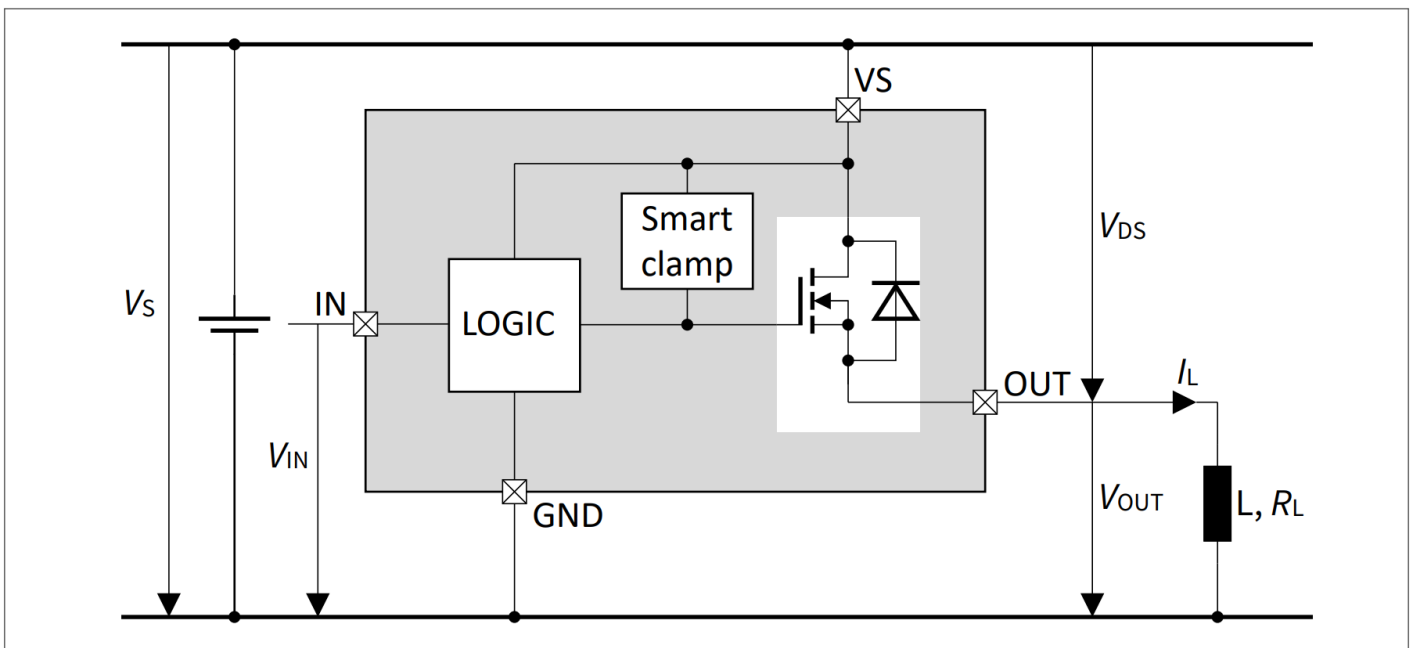
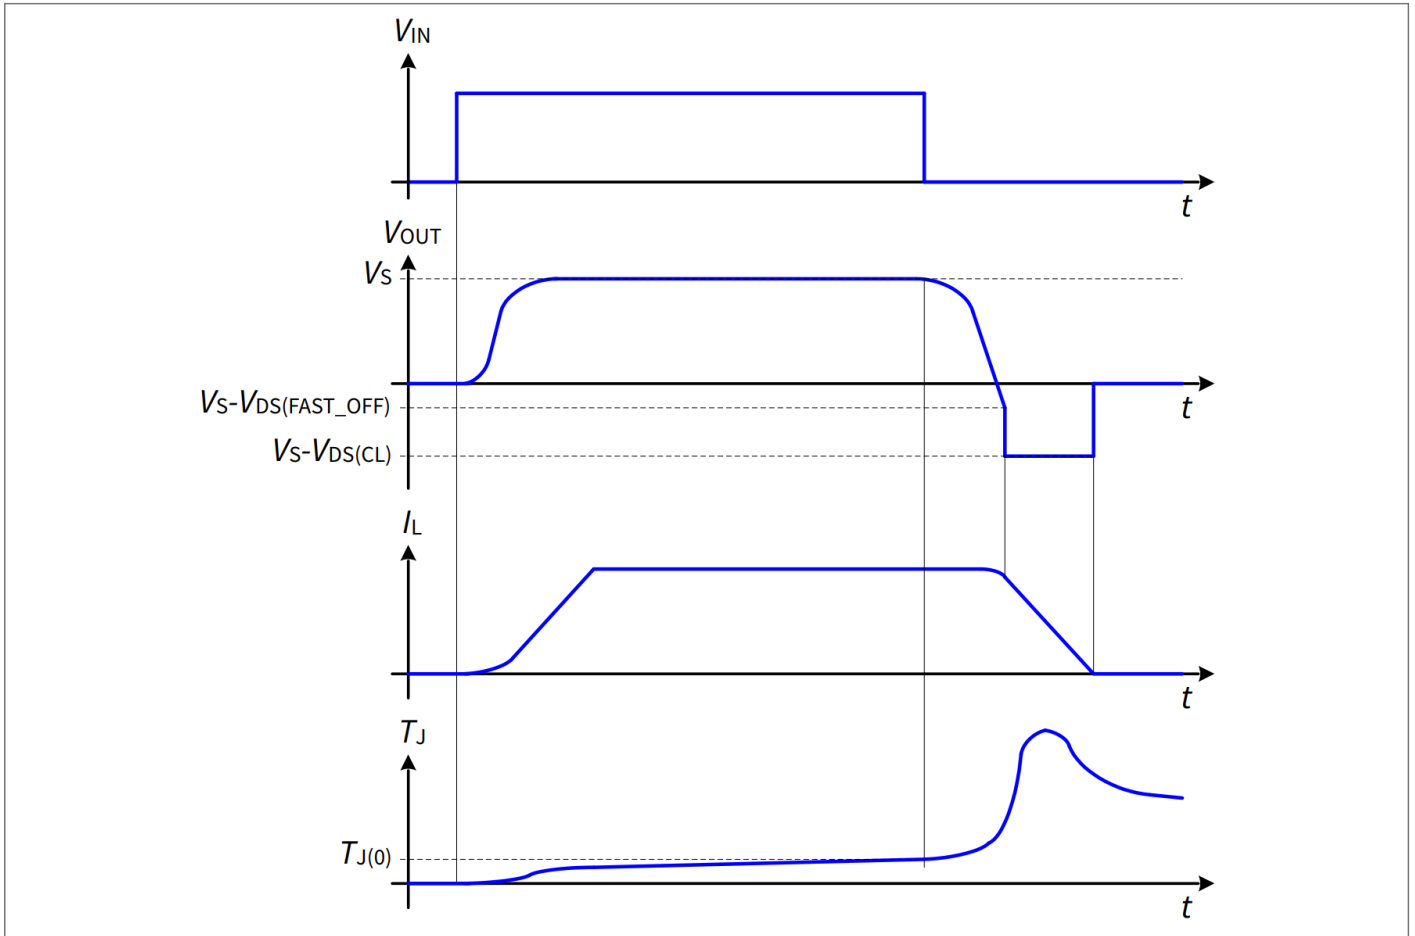

图 11 输出钳位
图 12 开关电感
为了防止器件因高电压而损坏，采用了智能钳位机制，可将负输出电压保持在一定水平 ($V_S - V_{DS(CL)}$)。请参考图11以及图12了解详情。尽管如此，允许的最大负载电感仍然有限。
该器件在驱动感性负载时具有快速关断功能，以提高散热能力。当 V_{DS} 高于 $V_{DS(FAST_OFF)}$ 时，触发快速关断。请参考图12了解详情。
- 通过在输入引脚上施加 $V_{IN(L)}$ 可关闭器件。在关断操作期间，OUT 引脚相对于 VS 引脚的电压降至 $V_{DS(FAST_OFF)}$ 以下。见图 12。